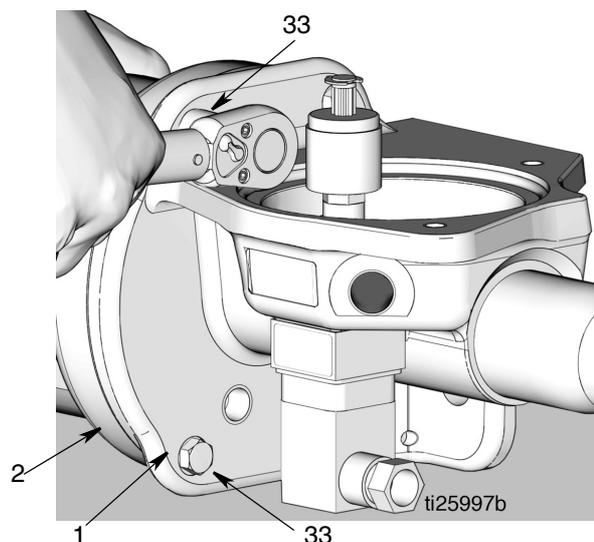

FIG. 20
15. Con una llave de tubo de 3/8 de pulgada, saque los 4 pernos (33) que sujetan el cilindro de aire (2) a la base de la bomba (1) (FIG. 20). Desmonte el cilindro de aire de la base de la bomba.